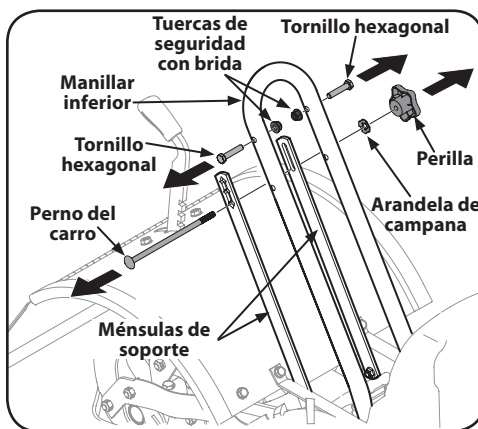

Figura 2-1
1. Retire los dos tornillos hexagonales (5/16-18 x 1.50), las dos tuercas de seguridad con brida (5/16-18), el perno del carro (5/16-18 x 6.75), la arandela de campana (.326 x .875 x .145) y la perilla (5/16-18) del manillar inferior y de las ménsulas de soporte. Vea la Figura 2-1.